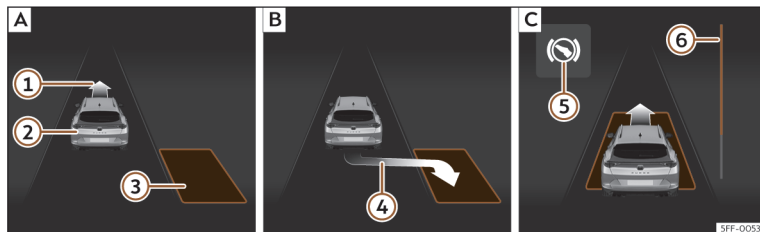
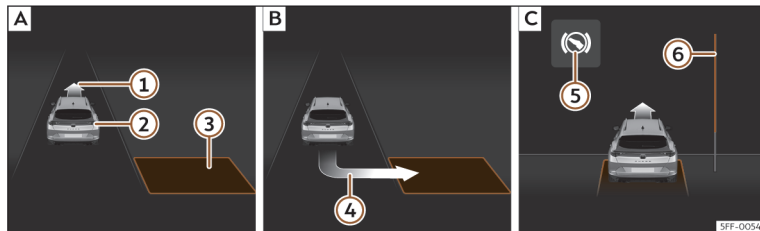

Fig. 151 En la pantalla del del cuadro de instrumentos: aparcar en línea. **[A]**: Buscar un hueco de aparcamiento. **[B]**: Posición para aparcar. **[C]**: Maniobrar.
Fig. 152 En la pantalla del del cuadro de instrumentos: aparcar en batería. **[A]**: Buscar un hueco de aparcamiento. **[B]**: Posición para aparcar. **[C]**: Maniobrar.
posición correcta para aparcar >>> **fig. 151 [B]** o >>> **fig. 152 [B]**. El hueco habrá sido considerado “apropiado” si en la pantalla del cuadro de instrumentos aparece la indicación de aparcar ④.
• Retroceda hasta que suene la señal continua del ParkPilot; **O BIEN:** retroceda hasta que en la pantalla del cuadro de instrumentos aparezca la indicación de dar marcha adelante >>> **fig. 151**  o >>> **fig. 152** ; **O BIEN:** retroceda hasta que en la pantalla del cuadro de instrumentos aparezca el mensaje **Park Assist finalizado**. La barra de progreso  indica la distancia que hay que recorrer.
asistido dirige el vehículo marcha adelante y marcha atrás hasta centrarlo en el hueco >>> **fig. 151**  o >>> **fig. 152** .
La barra de progreso >>> **fig. 151**  y >>> **fig. 152**  muestra simbólicamente en la pantalla del cuadro de instrumentos la distancia relativa que aún queda por recorrer. Cuanto mayor es la distancia, más llena está la barra de progreso. Al circular marcha adelante, el contenido de la barra de progreso disminuye hacia arriba, y al circular marcha atrás, disminuye hacia abajo.